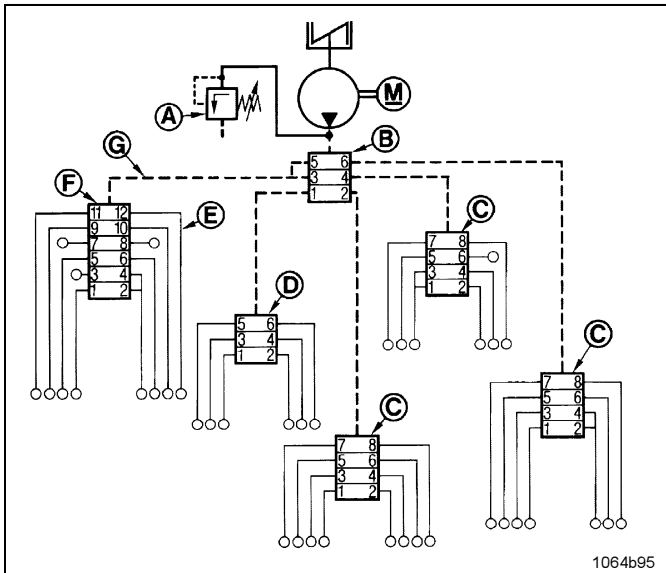

Abb. 22 Beispiel einer Schmieranlage
- Hauptverteiler B (Abb. 22) und Unterverteiler sind durch einen Hochdruckschlauch G miteinander verbunden. Dadurch ergibt sich zwangsläufig eine Verkettung der, der Pumpe nachgeschalteten Progressiv - Anlage.